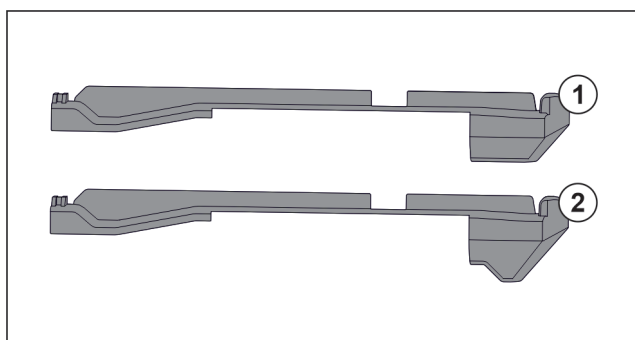

Fig. 125 Porovnanie násuvných dielov
V zariadení sa nachádzajú dva rozdielne násuvné diely. Násuvný diel nad spodnou zásuvkou Fig. 125 (2) má trojuholníkovú hranu. Všetky ostatné násuvné diely Fig. 125 (1) majú rovnú hranu.
- Namontujte násuvný diel Fig. 125 (2) s trojuholníkovou hranou nad spodnú zásuvku.
- Namontujte násuvný diel Fig. 125 (1) s rovnou hranou na všetky ostatné miesta.